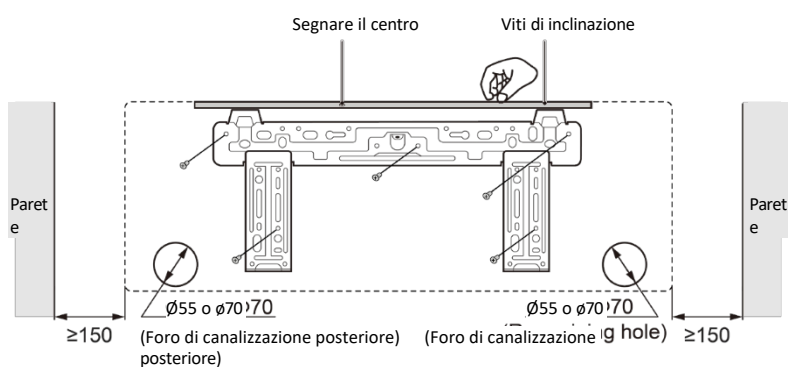
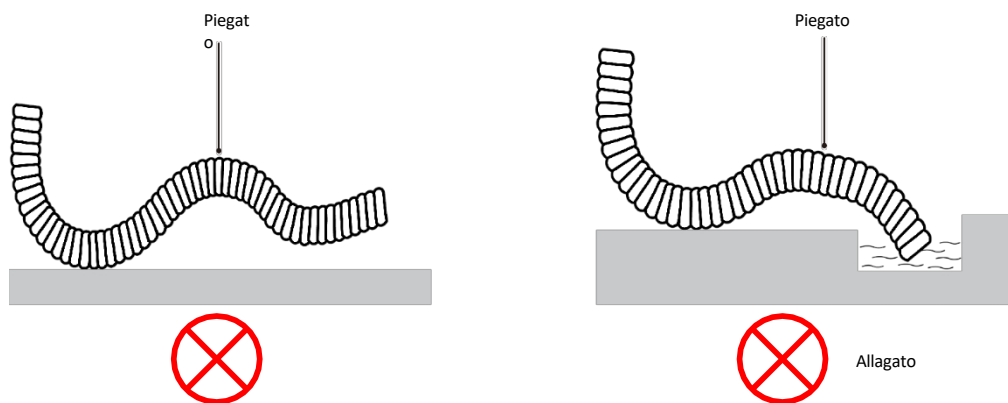

Fig. 4.2
Fig. 4.3
- 4 Il diametro indicato nella Fig. 4.2 è di 55 mm o 70 mm.
- ① Praticare il foro per il passaggio dei tubi (Φ 55 mm o 70 mm) nella parete con una leggera inclinazione verso il basso sul lato esterno. Il centro del foro deve essere determinato facendo riferimento alla Fig. 4.2.
- ② Inserire il manicotto nel foro a tale scopo per evitare che le tubazioni e il cablaggio vengano danneggiati durante il passaggio attraverso il foro.
- ① Per garantire un corretto deflusso, il tubo deve essere inclinato verso il basso.
- ② Non attorcigliare né piegare il tubo di scarico e non riempire d'acqua la sua estremità. (Fig. 4.3)
- ③ Avvolgere il tubo di scarico con un materiale resistente al calore.
- ④ È vietato collegare il tubo di scarico della condensa al tubo di scarico o ad altre tubature che potrebbero produrre odori corrosivi o sgradevoli, poiché l'odore potrebbe penetrare all'interno o danneggiare l'unità.
- ⑤ È vietato collegare il tubo di scarico della condensa al tubo di scarico dell'acqua piovana, poiché l'acqua piovana potrebbe infiltrarsi e causare lesioni o danni materiali.
- ⑥ Il tubo di scarico della condensa deve essere collegato a un sistema di scarico specifico per il condizionatore.